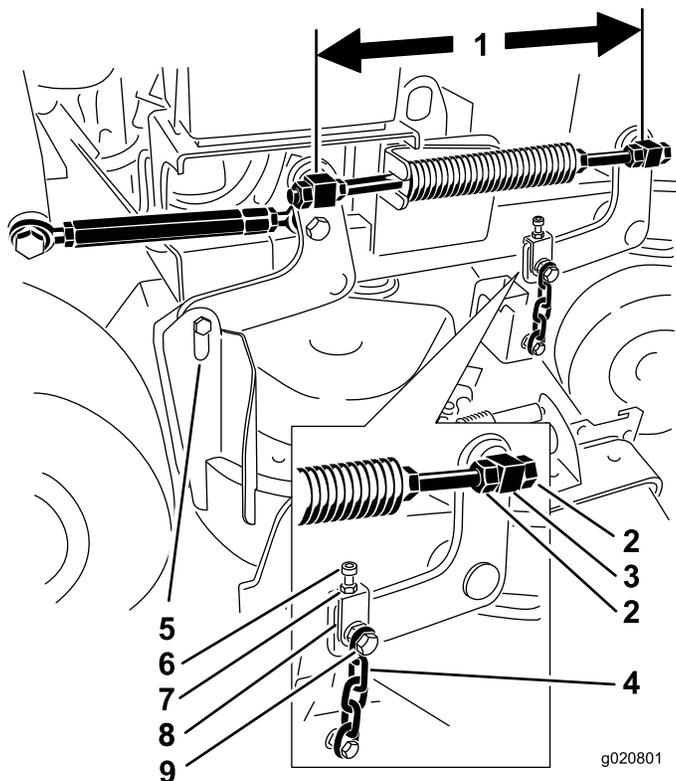

Bild 82
- Prüfen Sie den Abstand zwischen den Drehzapfen; messen Sie in der Mitte der Drehzapfen (Länge Mitte-zu-Mitte) an jeder Gewindestange. Die Länge muss 49,5 cm für 91-cm-Mähwerke und 43,7 cm für 102-cm-Mähwerke sein (Bild 82).
11. Lösen Sie die obere Kettenschraube, wenn eine Einstellung erforderlich ist (Bild 82).
6. Lösen Sie die oberen Kettenschrauben (**Bild 82**).